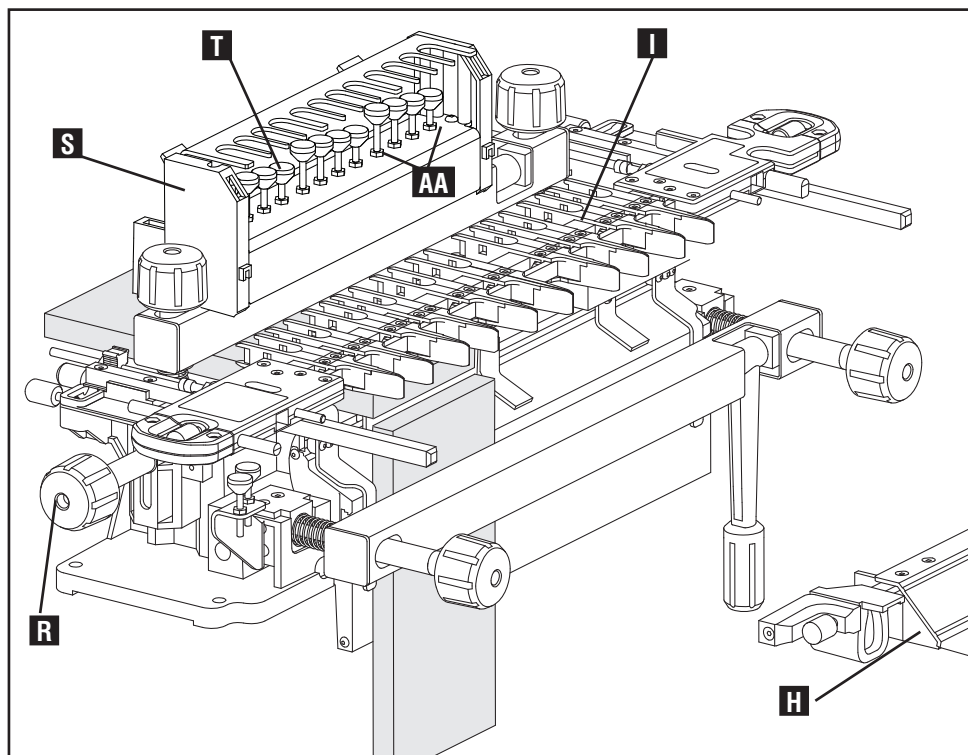

Fig. E6
9. Abaissez le gabarit (I), Fig. E6, et resserrer les boutons de verrouillage du gabarit (un est illustré en R). Remplacez la barre stabilisatrice (H) et verrouillez en place.
11. Régler la profondeur de la fraise de la toupie aux réglages standards pour assemblages à queues d'aronde demi-cachées comme indiqué en (S) fig. E6, du système OMNIJIG® de 60,9 cm [24 po].